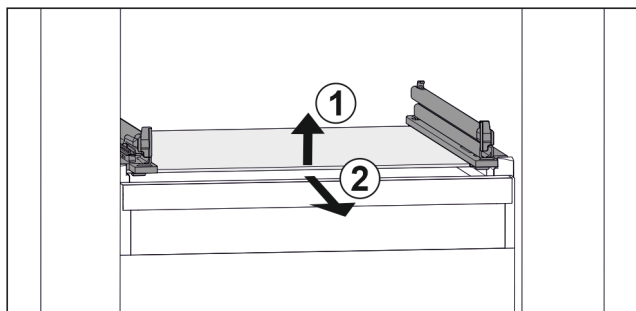

Fig. 68 Примерное отображение стеклянной пластины
- ▶ Приподнимите стеклянную пластину спереди. Fig. 68 (1)
- ▶ Извлеките стеклянную пластину движением вперед. Fig. 68 (2)